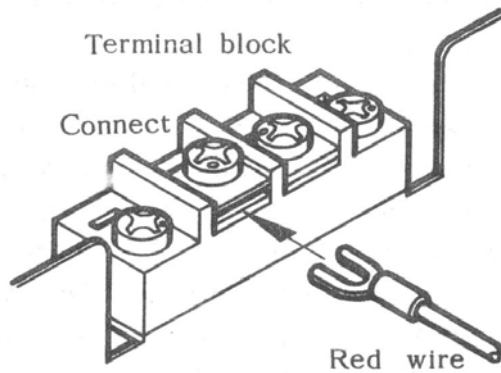

Figure 5
6) Revenez à la Fig. 2, et repérez la barrette "Terminal block", comme montré sur la figure 5, connectez sur l'une des 2 vis du centre le gros fil rouge venant du module.